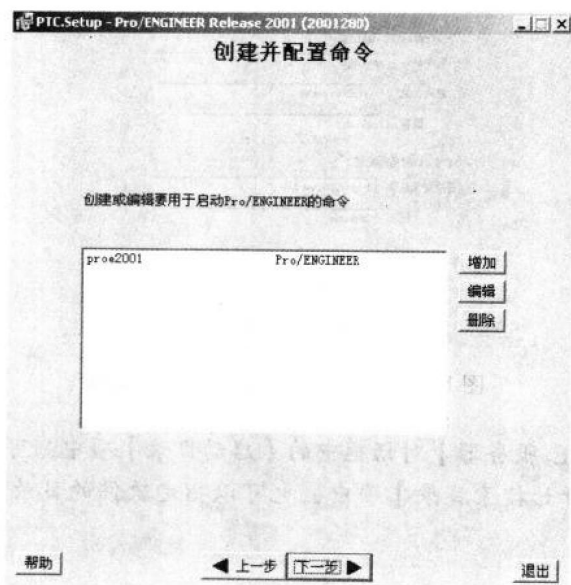

图 1-10 【创建并配置命令】对话框
- (13) 单击 **确定** 按钮, 出现【创建并配置命令】对话框, 如图 1-10 所示